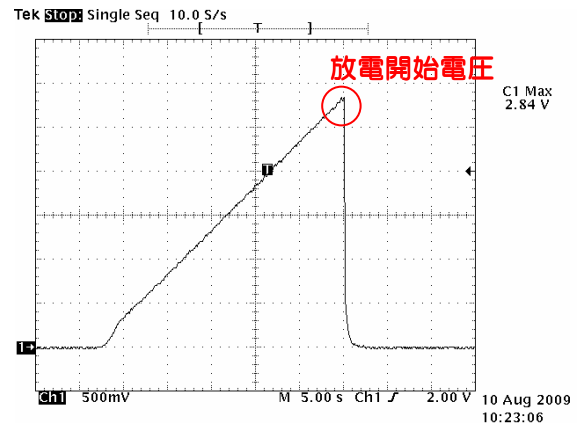

図2 アレスタの動作試験
- (1) 直流 900V～4kV のワイドレンジ測定が可能で、誤差は±5%以内を確保しています。
- (2) JIS C 5381-331 で規定された試験方法に準拠しています。図2は、アレスタチェッカの動作をオシロスコープで観測した事例です。縦軸は 1/1,000 スケールです。100(V/sec) でアレスタに電圧を加えていきます。アレスタが放電開始電圧に至ると、アレスタはショート状態となります。図2
- で用いたアレスタの放電開始電圧は 2,840(V) です。この時、アレスタチェッカ本体 LED には『2840』と表示されます。
- (3) スタートボタンを押すだけの簡単操作を実現しています。
- (4) 単三電池 4 本で動作します。商用電源を使用することもできます。
- (5) 携行に便利なコンパクトサイズを実現しています。試作機の寸法は、185(縦)×135(横)×70(高さ)(mm)であり、重さも 600g と軽量です。